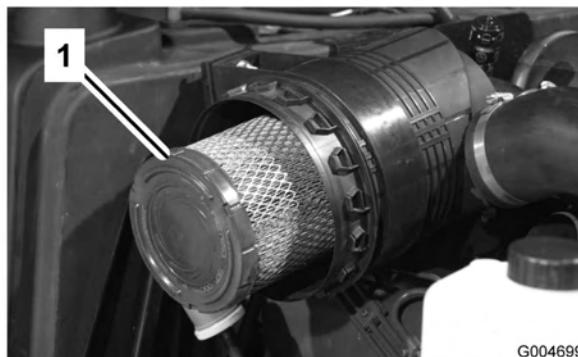

Figura 48
- Antes de remover o filtro (Figura 48), utilize ar de baixa pressão (276 kPa [40 psi], limpo e seco) para ajudar a retirar grandes acumulações de detritos que se encontram entre o lado de fora do filtro primário e o recipiente. Evite a utilização de ar de alta pressão, que pode forçar a entrada de sujidade na área de admissão através do filtro. Este processo de limpeza evita que a sujidade migre para dentro da admissão quando se retira o filtro primário.